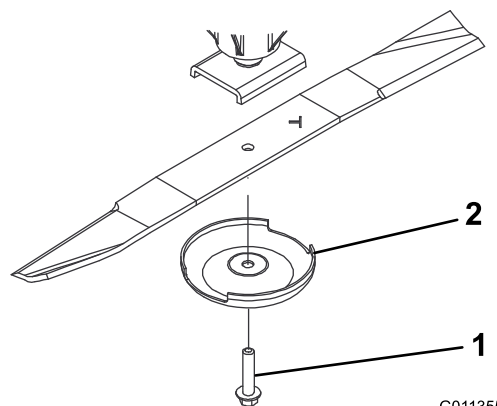

Figure 65
2. Tenez la lame à son extrémité avec un chiffon ou un gant épais. Enlevez le boulon, la coupelle de protection et la lame de l'axe de pivot (Figure 65).
boulon (Figure 65). Serrez le boulon de la lame à un couple de 115 à 149 N·m.
Si la lame est trop usée, une entaille se forme entre la partie relevée et la partie plane (Figure 65). La lame peut alors se briser et un morceau être projeté du dessous de la machine, vous blessant gravement ou une personne à proximité.